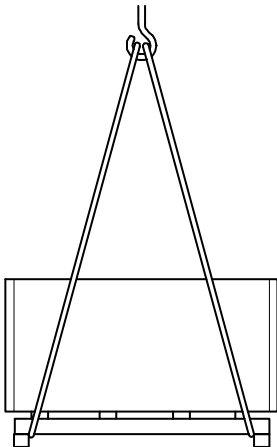

Abb. 11
1. Seile, Gurte oder Mehrpunktgehänge entsprechend Abb. 11 an der Palette anschlagen.